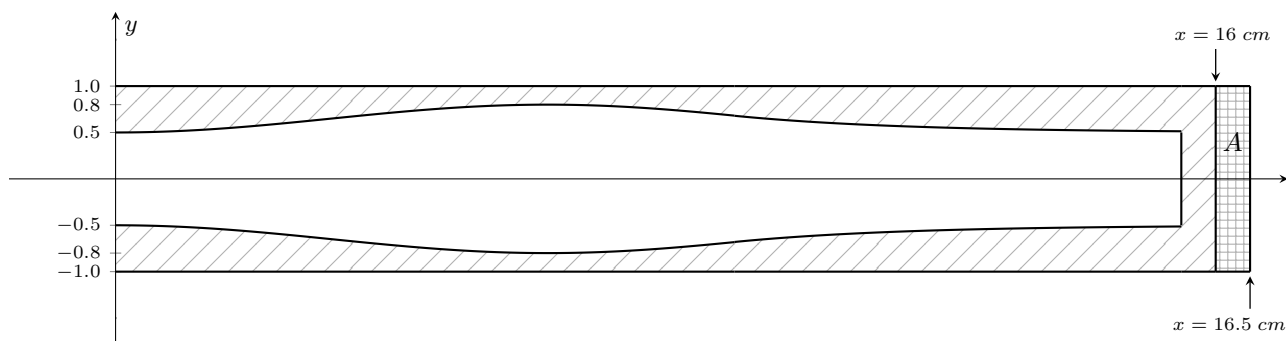
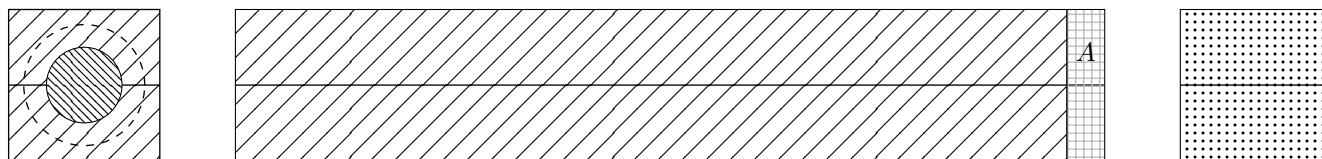

Fig.2
Fig.3
- (e) per rendere il prodotto più elegante ed esclusivo, decidi di proteggerlo con una custodia a forma di parallelepipedo avente le dimensioni  $2\text{ cm} \cdot 2\text{ cm} \cdot 16.5\text{ cm}$  (Fig.2 e Fig.3); il materiale della custodia è comprimibile solo nella parte terminale, dove presenta uno strato  $A$  di  $0.5\text{ cm}$  (Fig.2), secondo la legge  $p(x) = 1 - \log_5(5 - x)$ , con  $p(x)$ =pressione in  $10^4 Pa$  ed  $x$ =compressione in  $mm$ . I sigari, con le loro protezioni, vengono inseriti in scatole rigide da 10 pezzi, di dimensioni  $4\text{ cm} \cdot 10\text{ cm} \cdot 16.3\text{ cm}$  ; determina la forza delle 10 custodie sulle superfici della scatola ad esse perpendicolari. Valuta infine, utilizzando il differenziale  $dp(x)$ , la variazione della forza, sulle stesse superfici, dovuta a un'ulteriore compressione dello strato  $A$  di  $0.05\text{ mm}$ .